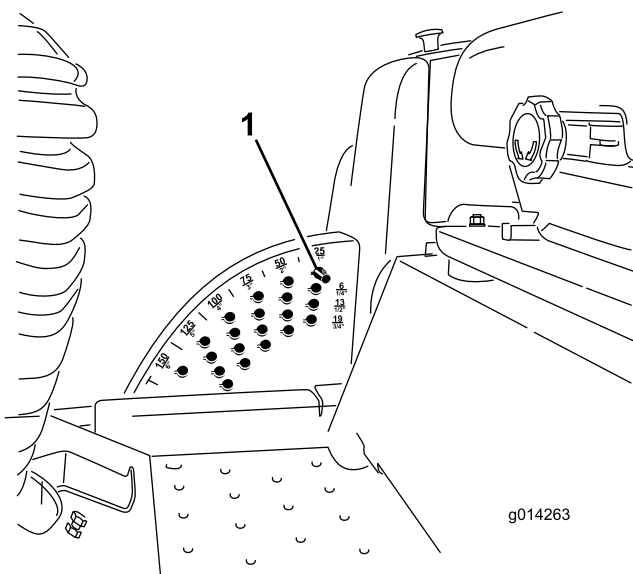

Bild 18
Hinweis: Wenn Sie das Mähwerk bzw. das Anbaugerät in der angehobenen Stellung arretieren möchten, heben Sie das Mähwerk über die 15 cm Stellung an, nehmen Sie den Schnitthöhenanschlagsstift ab (siehe Einstellen der Schnitthöhe) und setzen Sie den Stift in die 15 cm Schnitthöhenstellung (Bild 18).
1. Ziehen Sie den Mähwerkhubhebel bei laufendem Motor zurück, bis das Mähwerk ganz angehoben ist, und lassen Sie den **Hebel sofort los** (Bild 18).
2. Drehen Sie zum Einstellen den Anschlagstift so lange, bis die Linien am Spannstift mit den Schlitzen in den Löchern in der Schnitthöhenhalterung ausgerichtet sind. Nehmen Sie ihn dann ab (Bild 18).
3. Wählen Sie ein Loch in der Schnitthöhenhalterung, das der gewünschten Schnitthöhe entspricht, stecken Sie den Stift ein und drehen Sie ihn ein, um ihn zu arretieren (Bild 18).
Hinweis: Es gibt vier Reihen der Lochpositionen (Bild 18). Die oberste Reihe ergibt die Schnitthöhe, die über dem Stift steht. Die zweite Reihe ergibt die Schnitthöhe plus 6 mm. Die dritte Reihe ergibt die Schnitthöhe plus 12 mm. Die unterste Reihe ergibt die Schnitthöhe plus 18 mm. Für die Stellung von 15,8 cm gibt es nur ein Loch, das in der zweiten Reihe ist. Mit diesem Loch werden nicht 6 mm den 15,8 cm hinzugefügt.